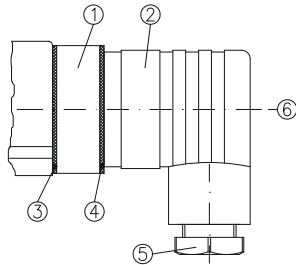

Abb. 7
- ✚ Lösen Sie die Zentralschraube ⑥ M3x35 und ziehen Sie die Leitungsdose ② vom Gerätestecker ① (⇒ Abb. 7). Entfernen Sie die Zentralschraube ⑥ aus der Leitungsdose ②.